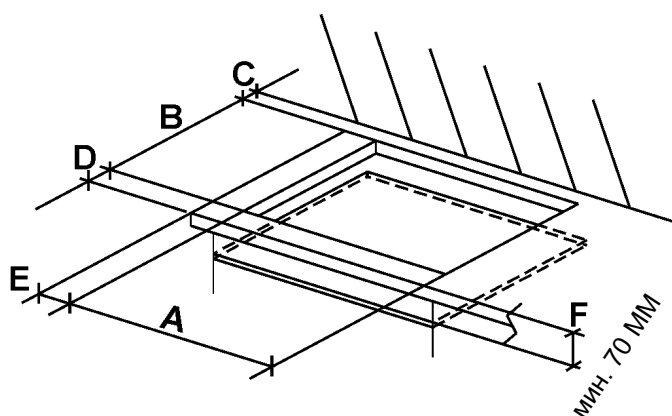

РИС. 7
На поверхности рабочего стола следует сделать прямоугольное отверстие для встраивания варочной поверхности, размеры которого приведены на рис. 7. Предварительно следует проверить соответствие минимальных допусков между поверхностью, боковой и задней стенками. Подвесные полки или вытяжки следует устанавливать на высоте не менее 650 см от поверхности прибора (см. рис. 7 и 8).
- Чтобы избежать каких-либо нарушений в работе платы, поместите деревянную панель (разделитель) под плиту, установленную на рабочей поверхности, на расстоянии 70 мм от нижней части доски и привинтите ее винтами (Рис. 7). Панель должна быть установлена таким образом, чтобы ее можно было снять в любое время и вставить на диск.